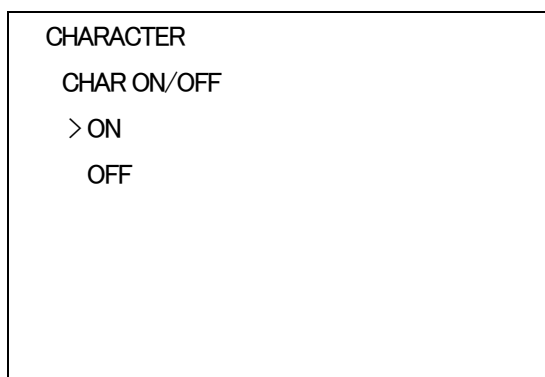

図4-4 オンスクリーンメニュー(CHARA ON/OFF例)
- 1)キャラクターメニューで「CHARA ON/OFF」を選択し、**ENTER**ボタンを押すと図4-4のような設定メニューが表示されます。